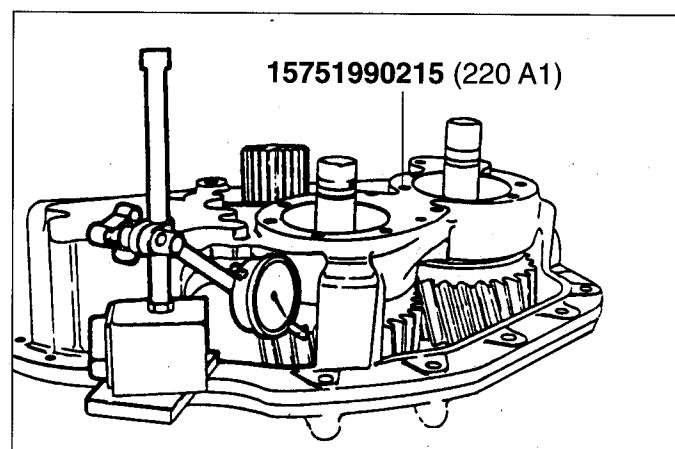

Fig. 36
- tastatore del comparatore centesimale a base magnetica sul fianco del dente dell'ingranaggio (76), e ruotarlo in modo che i denti vadano in battuta fra di loro. Il valore rilevato del comparatore deve essere compreso tra 0.174-0.232 mm (Fig. 36).
The value shown by the dial indicator must be between 0.174 - 0.232 mm (Fig. 36).